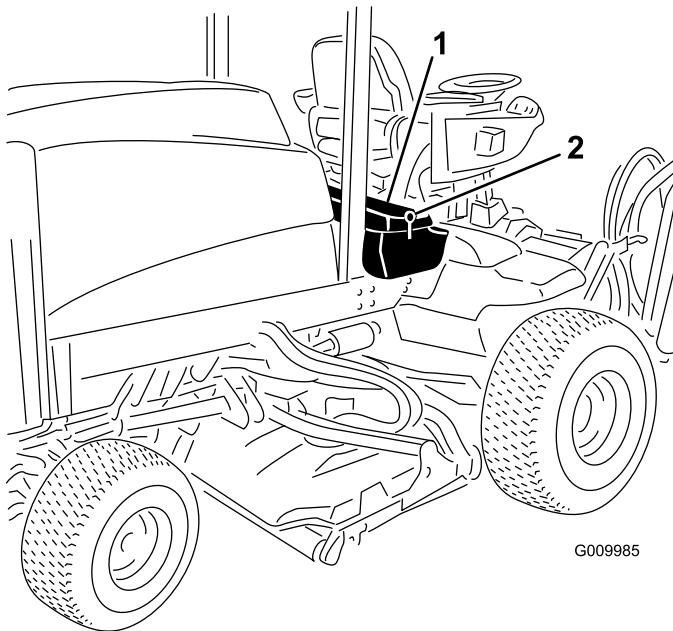

図 36
1. 運転席のコンソール・パネルのラッチを外して持ち上げる（図 36）。